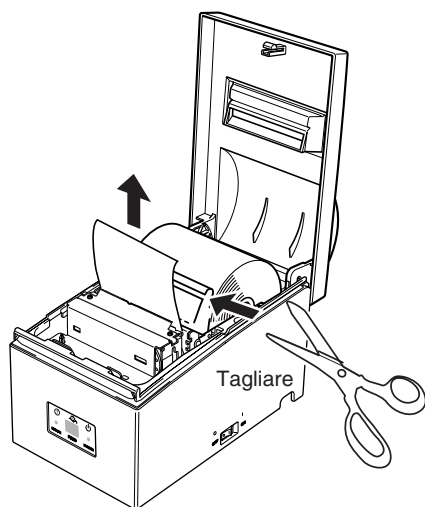

Fig. 5-16 Tagliare la carta
④ Tagliare la carta prima dell'alimentatore carta come mostrato nella Fig. 5-16.
⑤ Rimuovere la carta inceppata e reinserire la carta del rotolo.